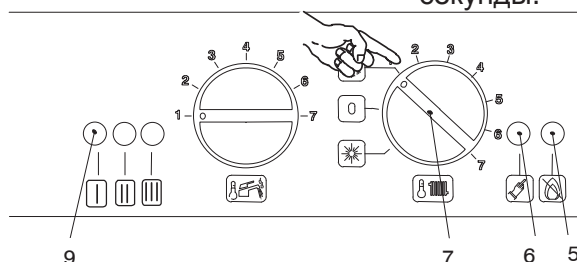

Fig. 5.13
2. Move the working selection / heating temperature adjustment knob as shown on Fig. 5.13; the signal LED will flash intermittently approx. every 2 seconds.
2. Установить Переключатель режима работы / Рукоятку регулирования температуры отопления как указано в Fig. 5.13; индикаторная лампа будет мигать с перерывом в 2 секунды.